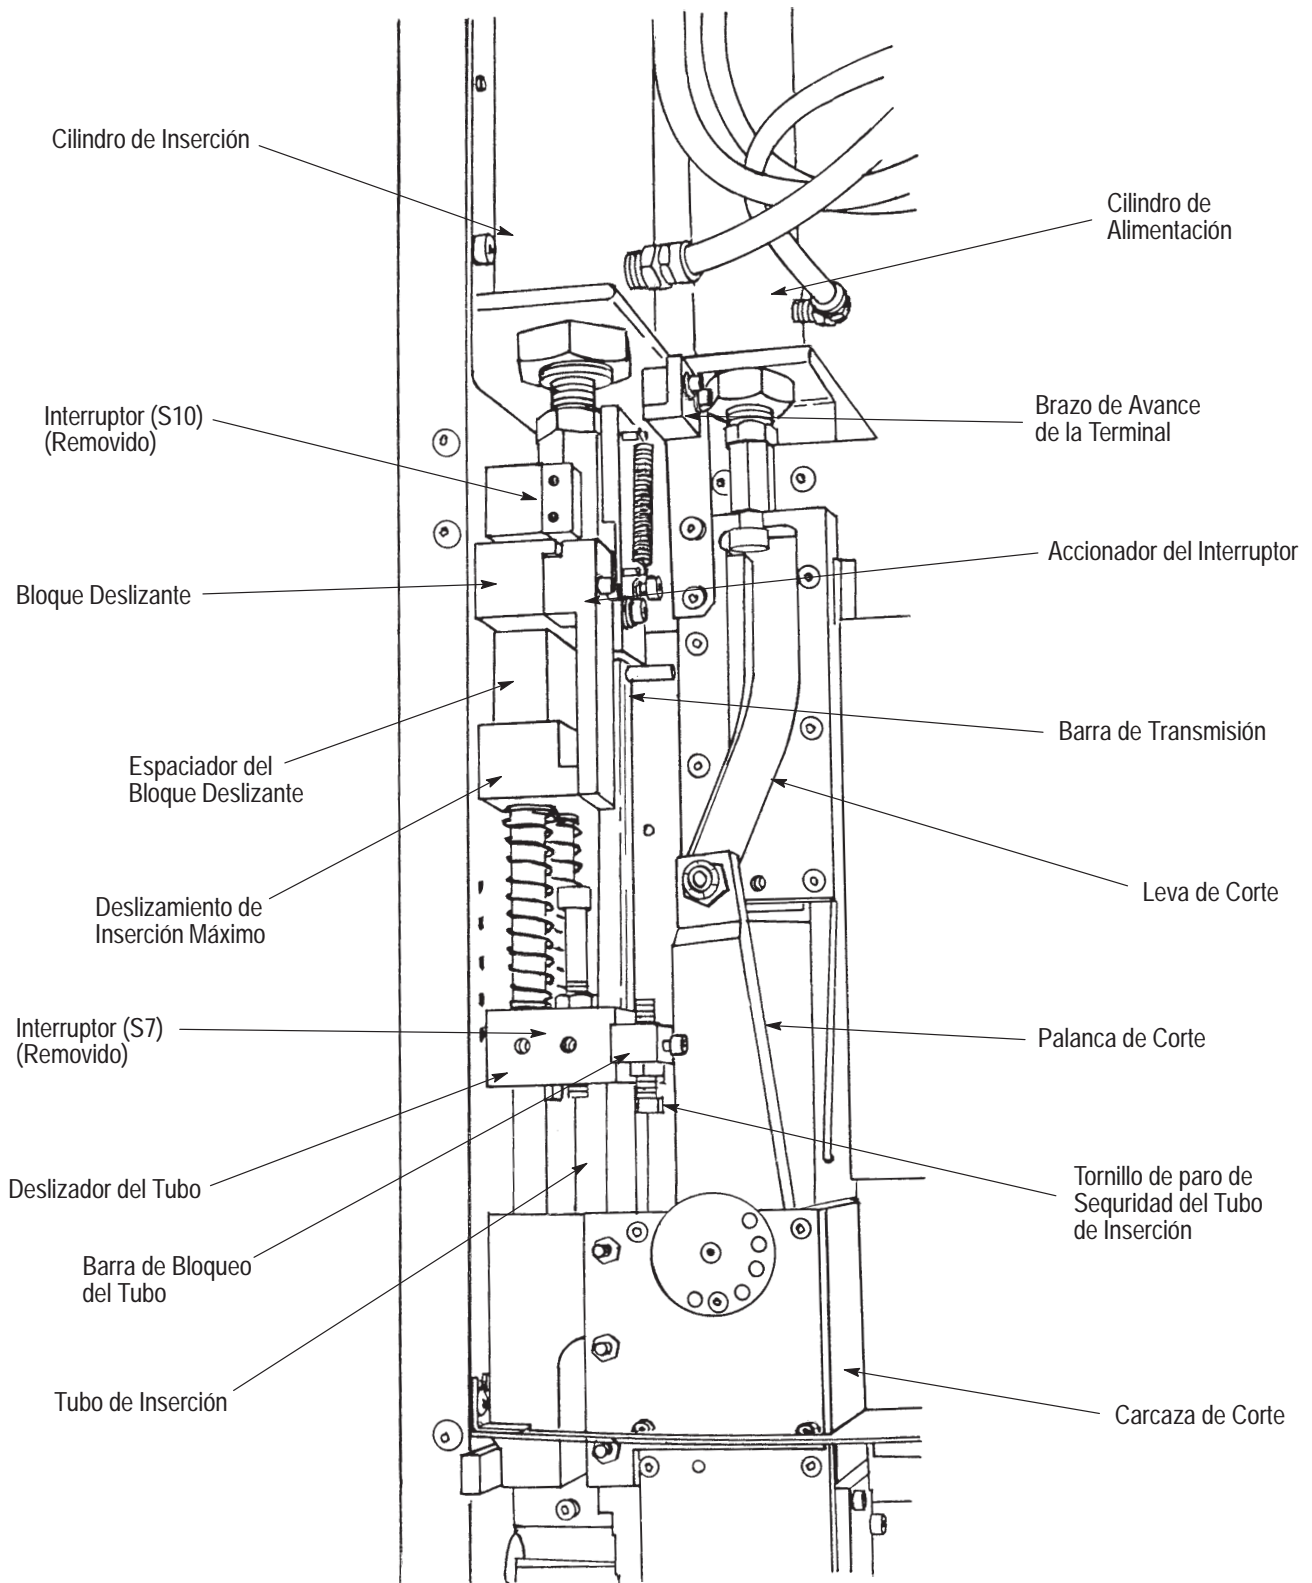

Figura 2-2. Localizacion de los Componentes del Modulo Tipico (lado izquierdo)
2.2. Descripción Funcional (Figura 2-2)
5. Para verificar la adecuada operación del tubo de inserción, quitar cualquier terminal del tubo de inserción. Con una bobina en el fijador, accionar el cilindro insertador. El tubo de inserción se debe de extender lo suficiente para ligeramente "apretar" la bobina en el fijador. Con la bobina "apretada", debe haber aproximadamente 0.762 mm (0.030 pulg.) de abertura entre el tornillo tope de seguridad del tubo y la carcasa de corte (ver la Figura 2-2). Esto es necesario para prevenir que la herramienta golpee cuando se extienda sin una bobina en el lugar. Si es necesario un ajuste, referirse a la Sección 6.